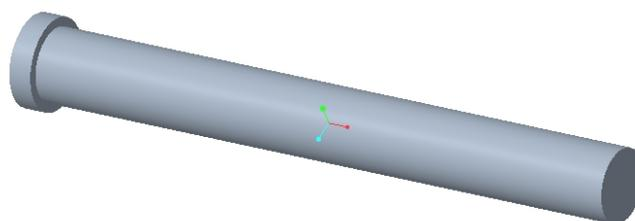

图 2 安装辅助杆
- 1、图 2 是安装辅助杆，用于辅助传感器支座的安装，确保传感器支座在同一直线上，同时确定两支座的间距；